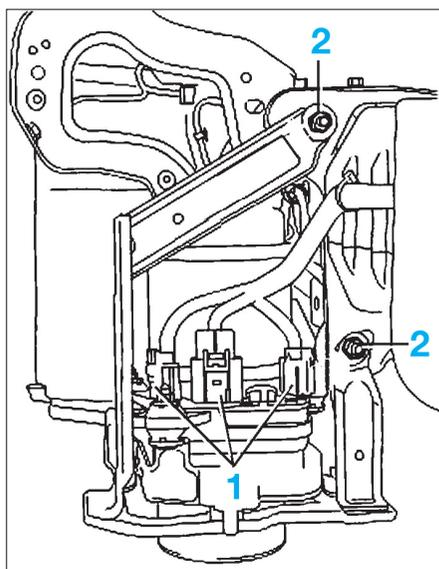

FIG. 10
- Débrancher les connecteurs de pompe de direction assistée (1) (Fig.10).
- Détacher le support de fixation de pompe de direction assistée de l'armature de bouclier (2).